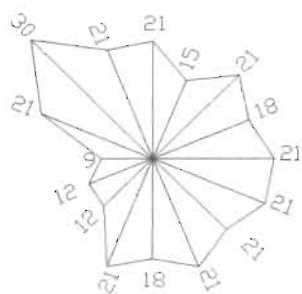

图 4-156
(6) 单击“绘图”工具栏中的“直线”按钮，依次连接所有直线段的端点，如图 4-156 所示。